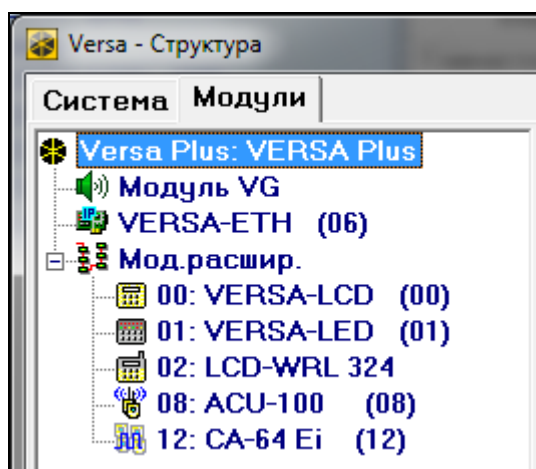

Рис. 12. Программа DLOADX: список устройств, подключенных к прибору, отображается в закладке «Модули», в окне «Versa – Структура».
- программы DLOADX: окно «Versa – Структура» →закладка «Модули». Список устройств отображается в виде дерева с левой стороны окна (рис. 12). Кликните по названию устройства для настройки.